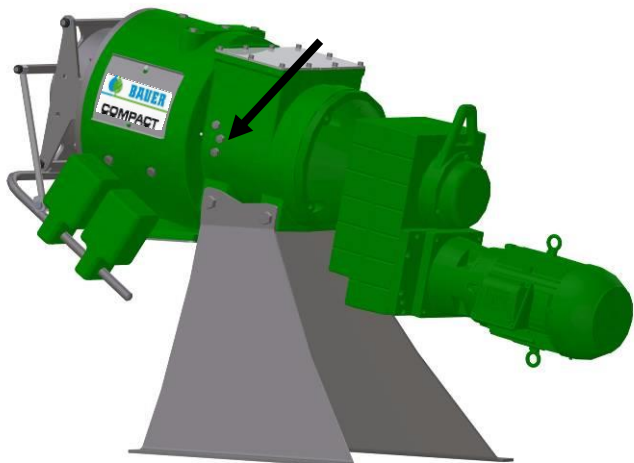

Рис.13-13: Фиксирующие болты
6. Открутите контргайки фиксирующих болтов и поверните фиксирующие болты примерно на один оборот против часовой стрелки, см. рис. 13-13.
- Регулировка фиксирующих болтов (раздел 13.3-рис.13-13)